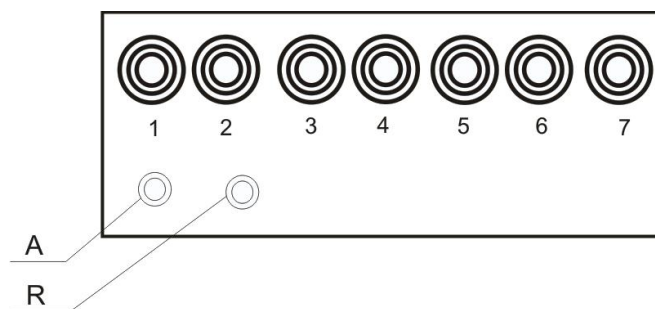

Рисунок 10 – Схема расположения контактов и индикаторов счетчиков
- i) соединить клеммы «1», «3», «5» счетчика (см. рисунок 10) с фазными проводами ВЛ, **строго соблюдая фазировку**, при помощи заранее подготовленных проводов СИП 2а и зажимов;